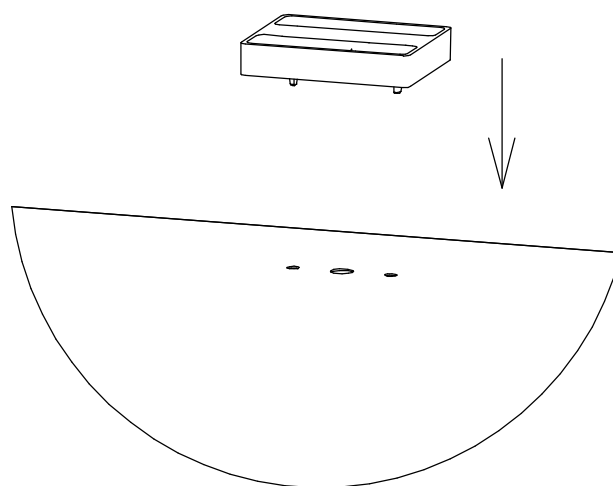

Рисунок 6 - Схема установки проставки пластиковой.
3) Установите проставки пластиковые поз.4 в отверстия возле крепежных мест (см. рисунок 6).